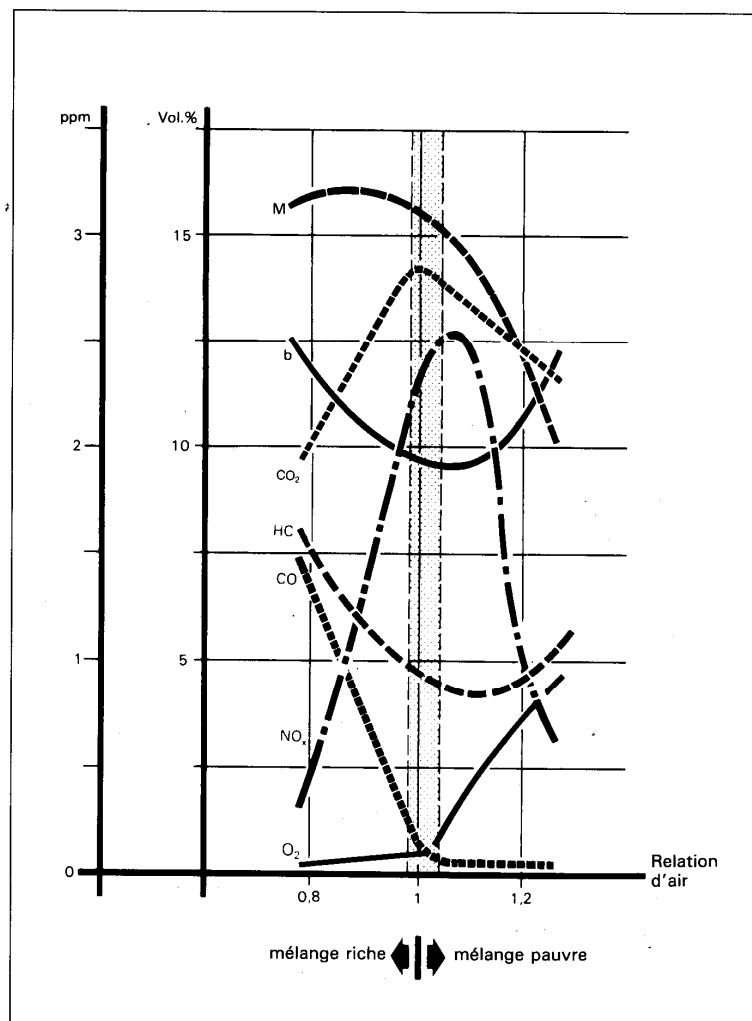

Fig. 2 Influence de la composition du mélange sur les gaz d'échappement
La valeur de lambda permet de voir immédiatement si un mélange est riche ou pauvre. La figure 2 montre combien est étroit le domaine dans lequel le rapport du mélange peut varier et comment ce rapport de mélange se répercute sur la composition du gaz d'échappement. Ce diagramme montre l'étroitesse de la zone utilisable et la difficulté du problème des gaz d'échappement. Il illustre l'influence de la composition du mélange sur les gaz d'échappement (CO, CO₂, HC, NO_x), la consommation d'essence (b) et le couple (M) lors d'une charge partielle (régime moyen constant et remplissage du cylindre constant).